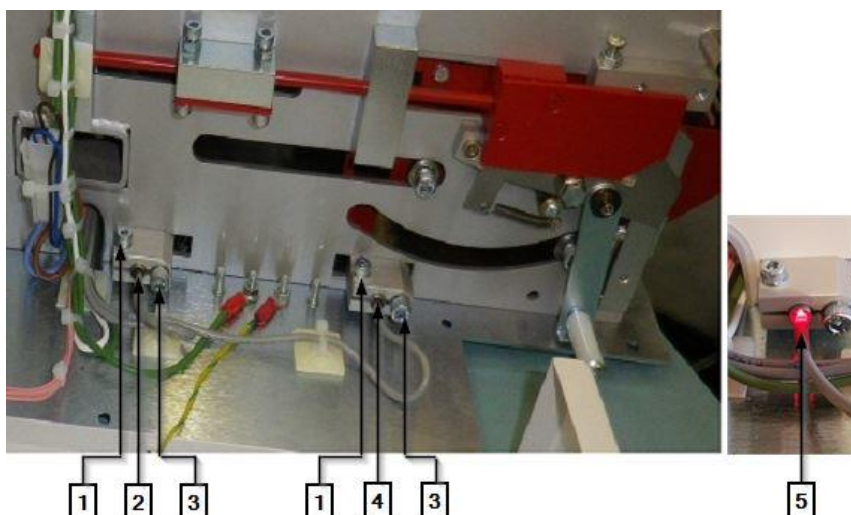

Abb. 69 : Uchwyt czujnika zbliżeniowego
- ➔ Odkręcić śrubę zaciskową (3) (Abb. 69, strona 104) oraz blok montażowy i wyciągnąć czujnik zbliżeniowy.
- ➔ Rozłączyć złącza wtykowe **J14** (1) i **J16** (2) płytki drukowanej sterownika.
- ➔ Ponownie włożyć złącza wtykowe **J14** (1) oraz **J16** (2).